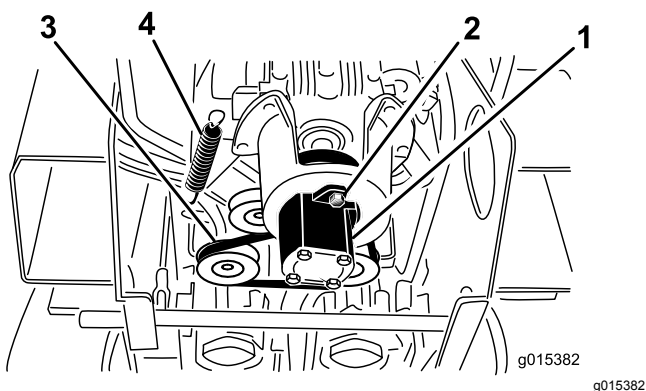

Figure 50
5. Desserrez les 2 boulons de la pompe (Figure 50).
6. Tournez la pompe dans le sens antihoraire et laissez-la se détacher de la poulie (Figure 50).
7. À l'aide d'un extracteur de ressort (à se procurer chez un dépositaire-réparateur agréé) ou d'un crochet en métal, décrochez l'extrémité du ressort de la poulie de tension du boulon de ressort afin de détendre la courroie (Figure 50).